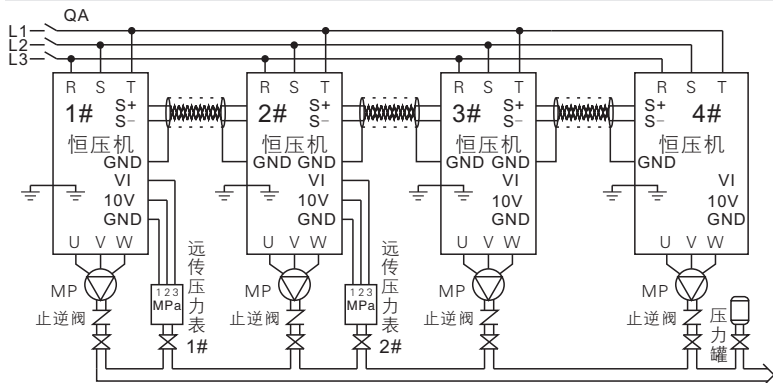
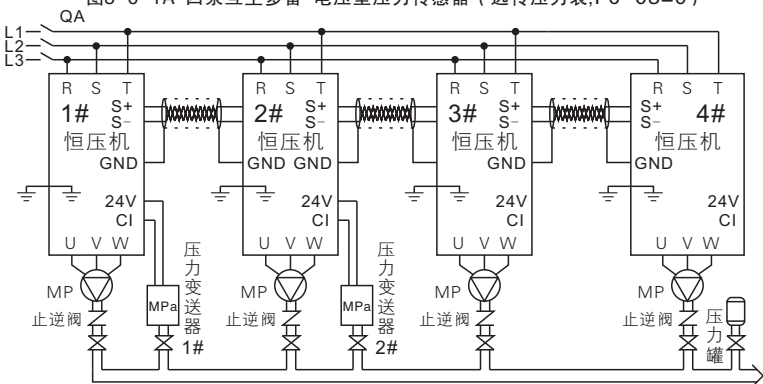

图3-6-1A 四泵互主多备-电压型压力传感器（远传压力表,F0-03=0）
图3-6-1B 四泵互主多备-电流型压力传感器（压力变送器,F0-03=1）
- ①先接主回路输入端（三相：R、S、T，单相：R、T）输出端（U、V、W到异步电机）
- ②再将压力传感器的信号线连接到智能恒压机，连接电压型远传压力表参照图3-6-1A，连接电流型压力变送器参照图3-6-1B。
- ③通信线连接，用双绞屏蔽线将四台智能恒压机端子S+、S-同名端子对应连接。
- ① 供电后，将F0-00设置0为手动模式，按运行键查看水泵叶轮旋转方向是否正确，若方向反转，断电后将电机线任意两相对调即可。
- ② 首次启动，可使用手动模式给水泵、管道排气。
- ① 设置压力传感器最大量程F0-04（参见下表F0-04说明）。
- ② 在手动模式下启动查看恒压机上的反馈压力是否与实际压力一致，长按▲键或▼键增加或减少水泵转速观察反馈压力是否同时改变一致，若一致，说明压力传感器接线正确。（观察1#泵）
- ① 首次启动或遗忘参数时，恢复厂家参数（F0-24设置“1”确定）
- ② 按照3.6.3参数设置表逐项进行设置。F0-01~F0-04参数仅需在主机泵设置（双主机需要在1号、2号机分别设置参数）。